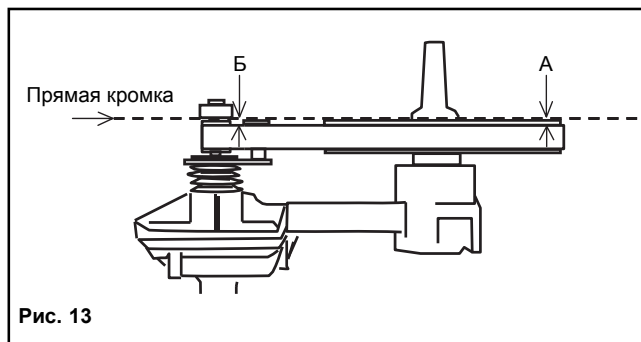

Рис. 13
2. Для правильного положения ремня см. рис. 13. Поместите прямую кромку (линейку) на внешнюю поверхность большого шкива. Измерьте расстояние от прямой кромки до кромки ремня (точка А). Оно должно совпадать с расстоянием между прямой кромкой и ремнем на малом шкиве (точка Б). Ослабьте винты на малом шкиве и отрегулируйте шкив, пока оба расстояния не станут равными. Затяните винты.